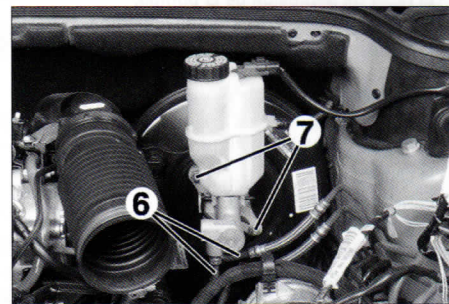

FIG. 13
- las tuberías (6) (**fig. 13**) de unión entre la bomba y el grupo hidráulico.